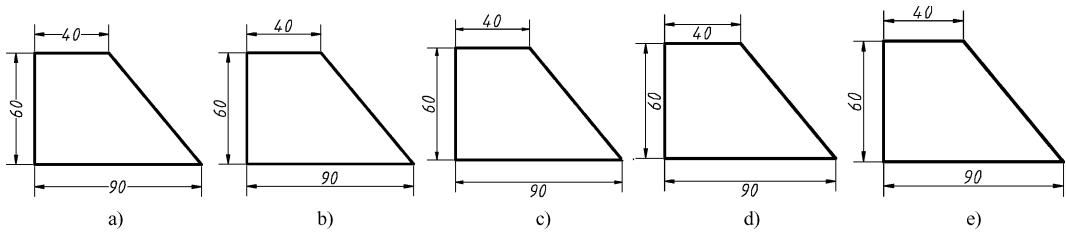

图9-20 “垂直”设置示例
- “垂直”下拉列表框：用于设置尺寸数字相对尺寸线垂直方向上的位置。有“居中”“上”“外部”“下”和“日本工业标准（JIS）”5个选项，如图9-20所示。